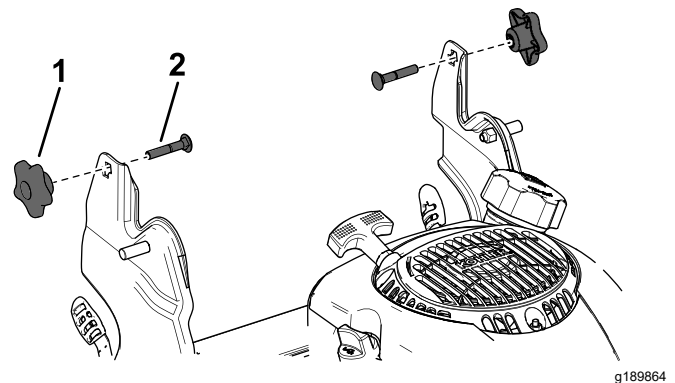

Figure 18
3. Montez, sans les serrer, les boutons et les boulons de carrosserie sur les supports de la poignée (Figure 18).